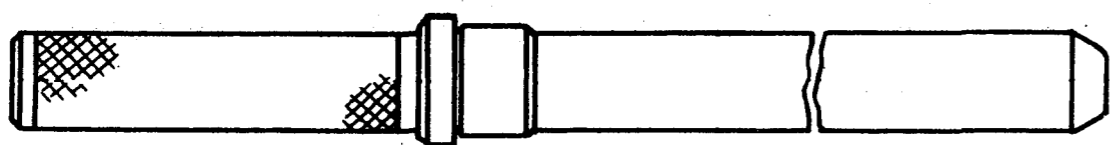

Рис. II2. Оправка 7820-4797 для установки упорных шайб блока шестерен
- установить упорные шайбы в требуемое положение с помощью специальной оправки 7820-4797 (рис. II2) через отверстие в переднем торце картера и через коническое отверстие во фланце удлинителя;